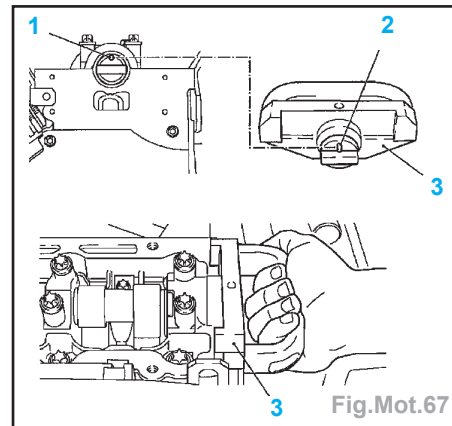

Fig.Mot.67
- Placer l'outil **KM-932** (3) sur la culasse. La goupille (2) doit prendre dans l'alésage de l'arbre à cames (1) (Fig. Mot.67).
- Placer l'outil **KM-932** sur la culasse. La goupille (2) doit prendre dans l'alésage de l'arbre à cames (1) (Fig.Mot.67).